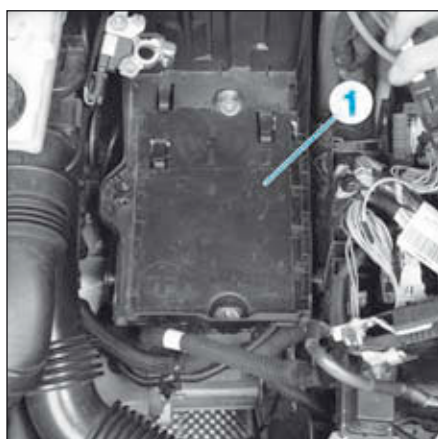

FIG.3
- la batterie et son bac (1) (Fig.3),